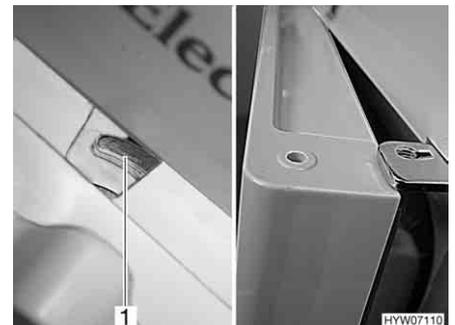

Bild 152 Kühlschrantür in Lüftungsstellung (Dometic 7er-Reihe)
- Verriegelung ganz nach rechts schieben. Die Kühlschrantür ist mit Hilfe der Türarretierung (Bild 152,1) fixiert. Die Kühlschrantür bleibt damit leicht geöffnet (Bild 152).